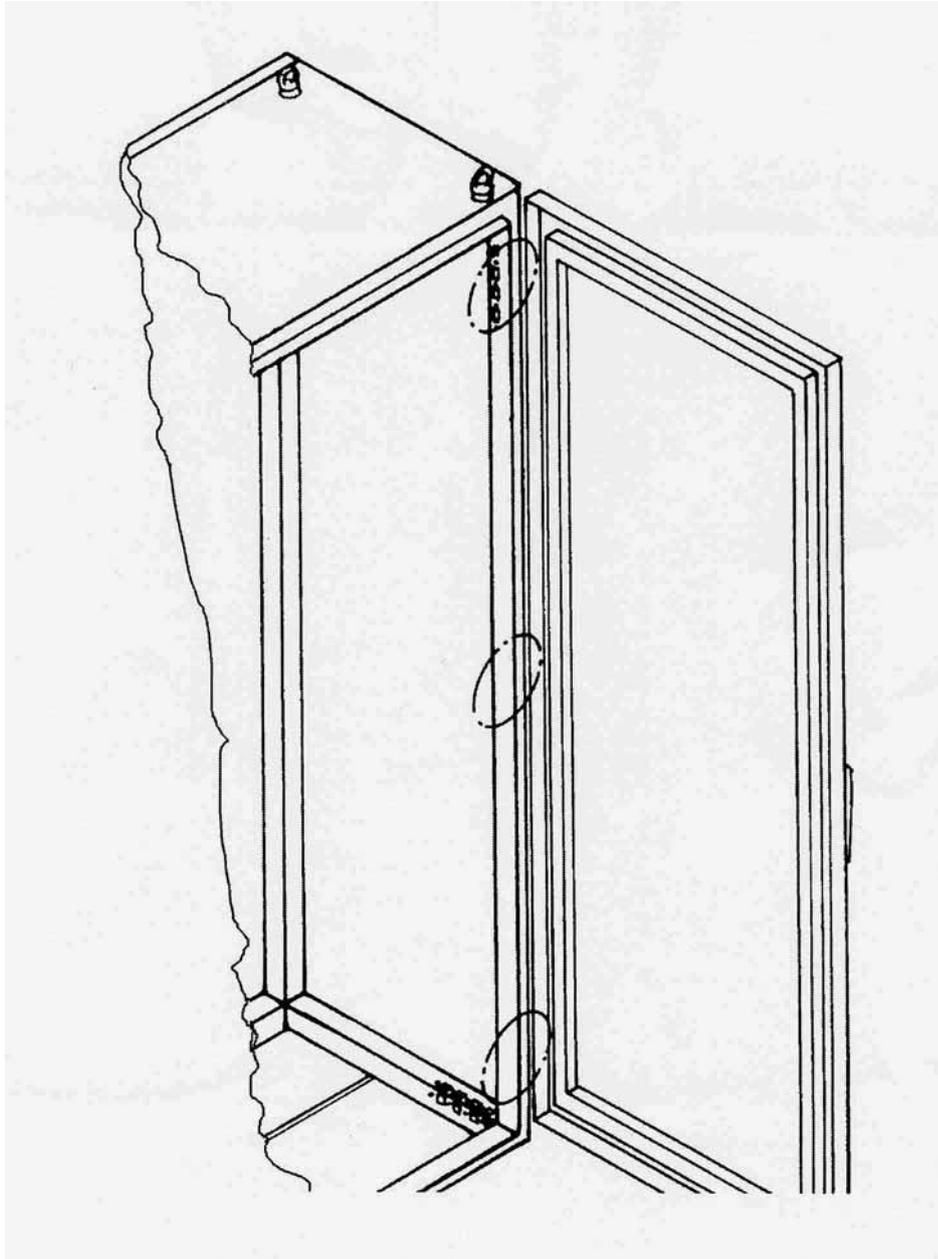

Рис. 7: Демонтаж шарниров
- Сместить штифты шарниров при помощи отвертки (см. рис. 7)